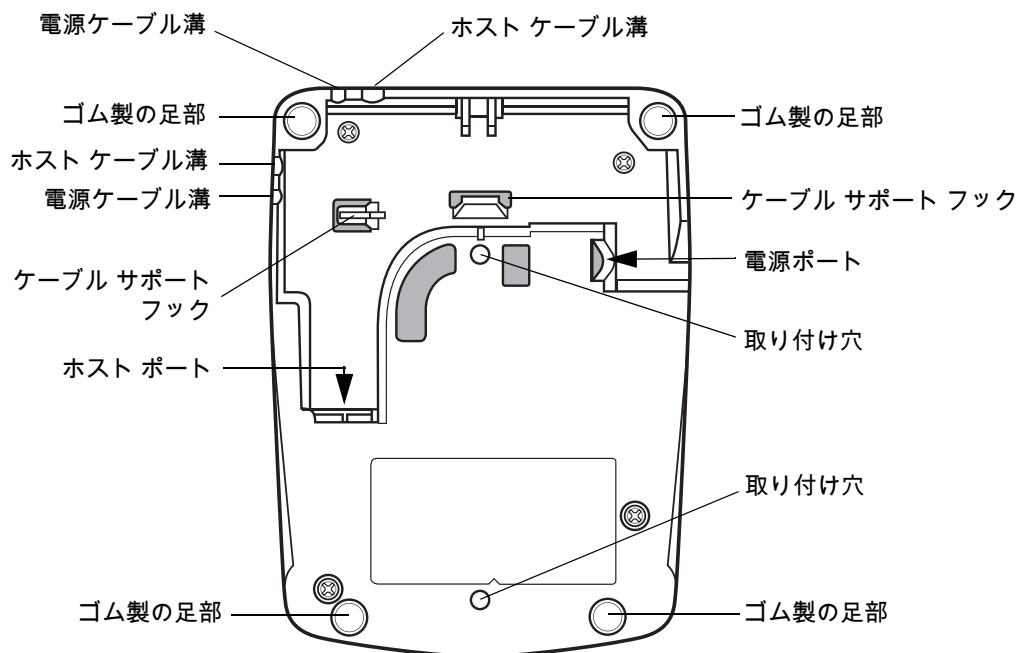

図 1-6 CR0078-P クレードルの底面
5. インタフェース ケーブルをケーブル用のフックに通し (図 1-6 「CR0078-P クレードルの底面」を参照)、ホスト ケーブルと電源ケーブルをそれぞれのケーブル溝に沿って配線します。